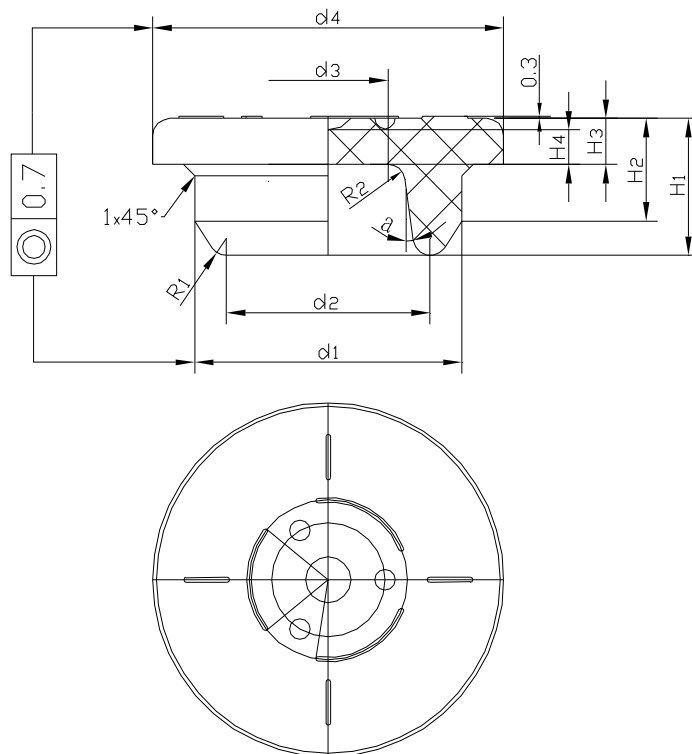

图 1：胶塞结构示意图
3.1 胶塞的结构分为 32A 型（ISO）、28B1 型（ISO）、28B 型、26B 型四种，如图 1 所示。